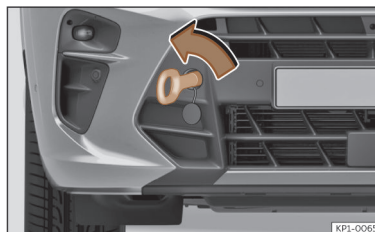

Fig. 212 Parte direita do para-choques dianteiro: argola de reboque enroscada.
● Enrosque a argola de reboque no alojamento girando-a ao máximo **no sentido contrário ao dos ponteiros do relógio** >>> Fig. 212, >>> ①. Utilize um objeto adequado com o qual possa enroscar completa e firmemente a argola de reboque no seu alojamento.